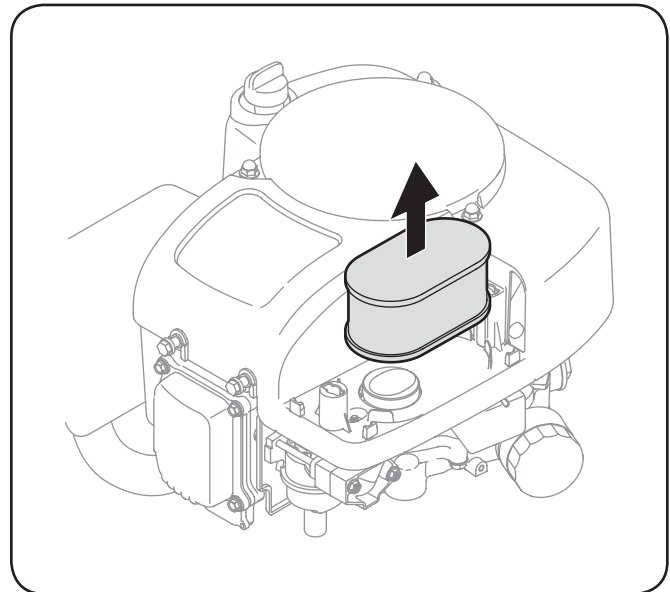

Figura 6-5
2. Retire del filtro de aire. Vea la Figura 6-5.